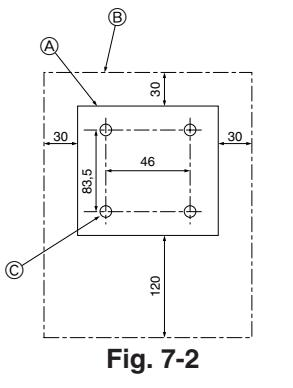

Fig. 7-2
(1) Kies een plaats waar u de afstandsbediening wilt monteren. (Fig. 7-2)